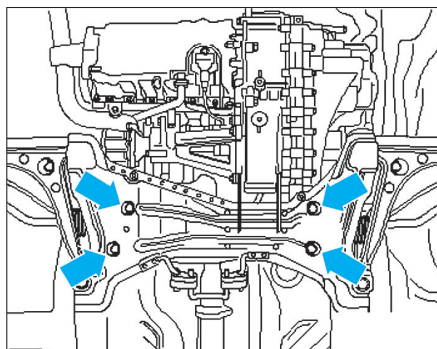

Fig. 18
- le mécanisme de direction du berceau (flèches) et l'attacher avec un fil métallique (Fig.18).